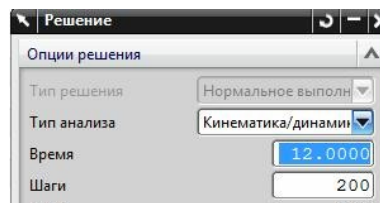

рис.14
- Просмотрите и предъявите анимацию этого механизма. Рекомендуемые параметры *Решения* показаны на рис.14.